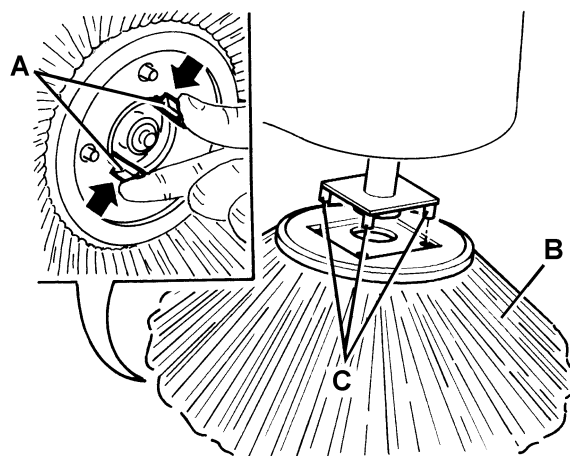

Abbildung 12
- Die Maschine auf einen flachen Boden bringen und, wenn verfügbar, die Pedalbremse (26) treten.
- Den Zündschlüssel (71) auf „0“ drehen.
- Die Hand im Seitenbesen einführen und die Keile (A, Abb. 12) nach innen drücken, dann den Seitenbesen (B) durch Ausrasten von vier Bolzen (C) ausbauen.
- Den neuen Seitenbesen an die Maschine durch Einrasten in die Bolzen (C, Abb. 12) und die Keile (A) einsetzen.